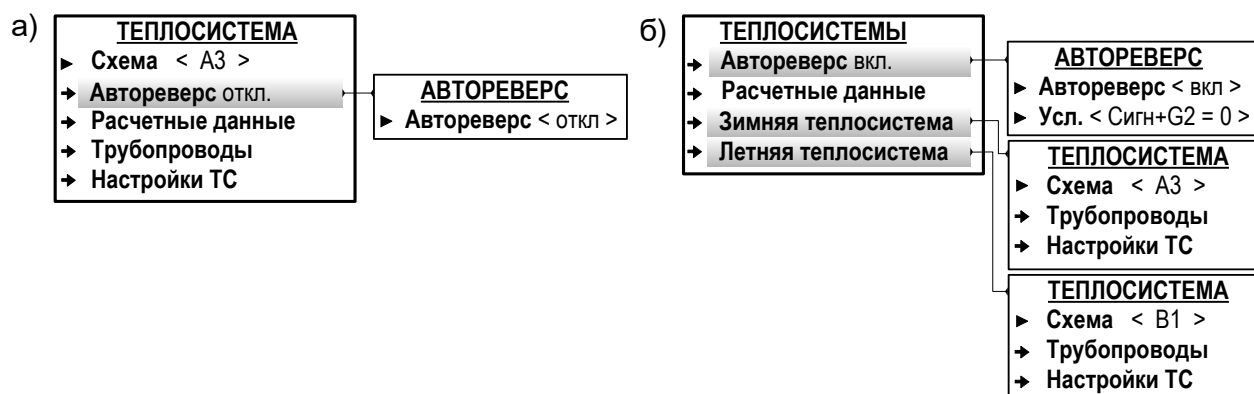

Рис.18. Вид меню при назначении одной (а) и двух (б) схем теплоучета (режим СЕРВИС).
7.4.3.2. Чтобы назначить «зимнюю» схему теплоучета фиксированной конфигурации необходимо в режиме СЕРВИС в меню **Теплосистема** (рис.18.а) для параметра **Схема** выбрать из списка и установить обозначение требуемой схемы теплоучета. При этом произойдет инициализация ТВ (на дисплее некоторое время будет отображаться надпись **Идет настройка конфигурации**), в результате которой будет установлена расчетная теплосистема соответствующей конфигурации. Преобразователи расхода, температуры и давления в порядке возрастания их индексов будут автоматически распределены по расчетным трубопроводам расчетной теплосистемы и программно подключены к ним.
- а) в подменю **Теплосистема / Автореверс** для параметра **Автореверс** установить значение **вкл.** После чего появится индикация подменю **Зимняя теплосистема** и **Летняя теплосистема** (рис.18.б);